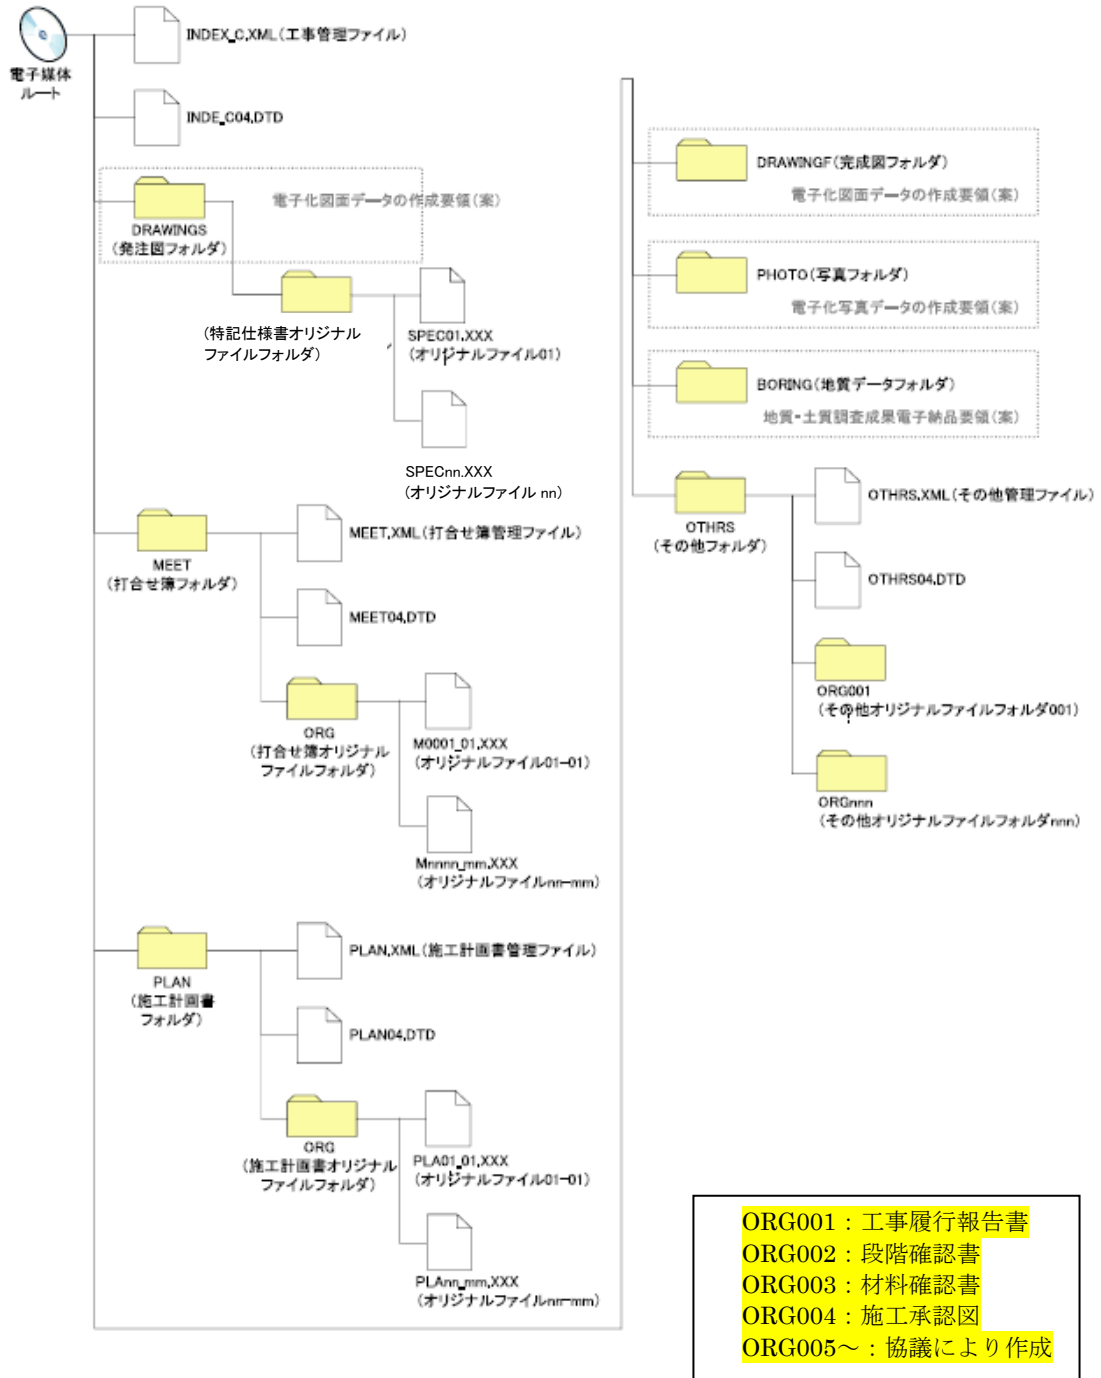

図 3-1 フォルダ構成
電子的手段により引き渡される電子成果品は、図 3-1 に示すフォルダ構成とする。
- 図 3-1 のフォルダの順番は、例示であり、表示の順番はこれによるものではない。